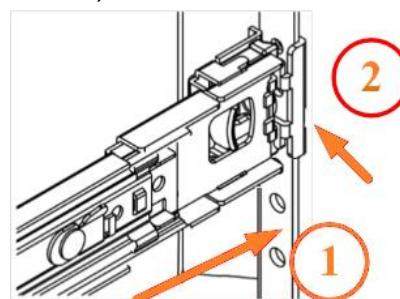

Рисунок 87 – Завершение стойки кронштейна
- 6) Завершить сборку кронштейна на стойке с противоположной стороны, как описано выше (см. Рисунок 87).